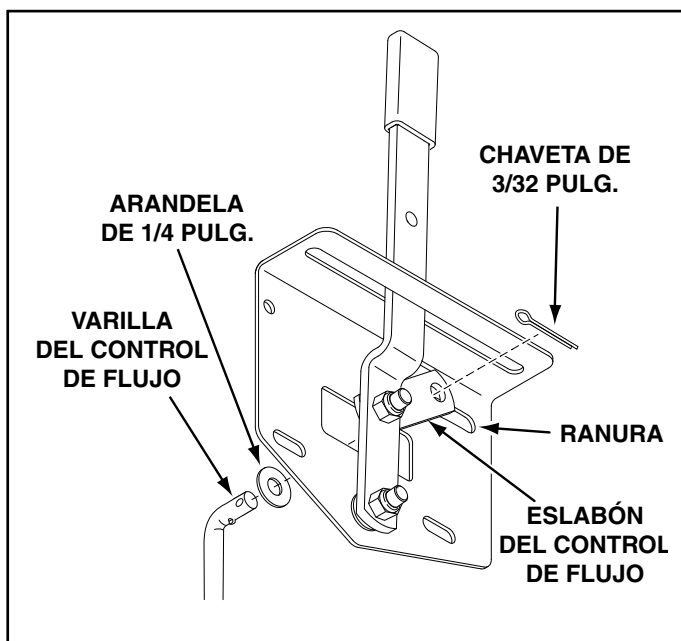

FIGURA 8
17. Coloque la arandela pequeña en el extremo de la varilla del control de flujo. Inserte el extremo de la varilla del control de flujo a través de la ranura del soporte de montaje del control de flujo y a través del orificio en el eslabón del control de flujo. Asegure con una chaveta de 3/32 pulg. x 3/4 pulg. Véase la Figura 8.